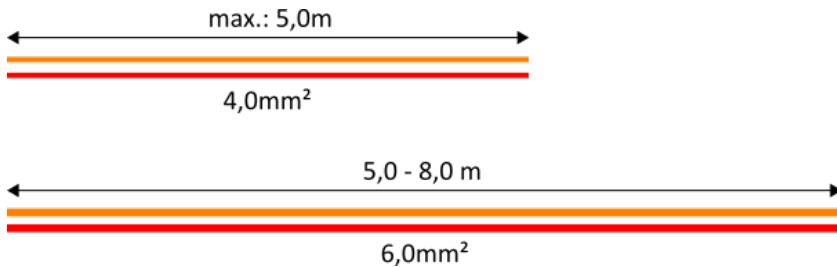

Fig. 39
- Die unten angegebenen Kabeldurchmesser (Fig. 39) sind für die Kabelverbindung zwischen Batterie und Heizgerät einzusetzen.